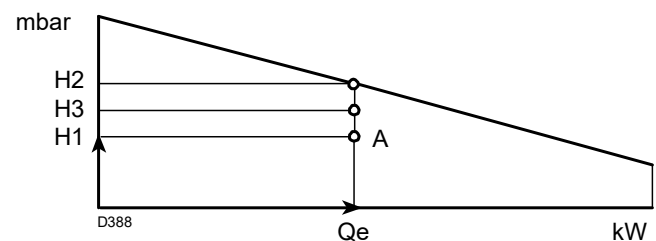

Fig. 3
- 4 Tracer une verticale à partir du point A (Fig. 3) et trouver la pression maximale H₂ de la plage de puissance.
Si H₃ est supérieure à H₁ (Fig. 3), le brûleur peut fournir le débit demandé.